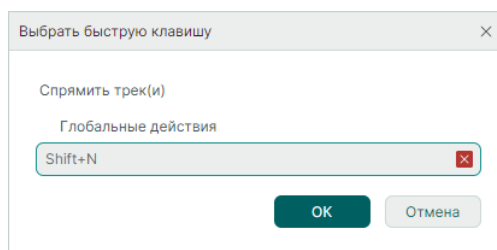

Рис. 93 Выбор быстрой клавиши (комбинации клавиш)
3. На экране отобразится окно «Выбрать быструю клавишу». Нажмите на клавиатуре клавишу или комбинацию клавиш, см. Рис. 93. Нажмите «OK».